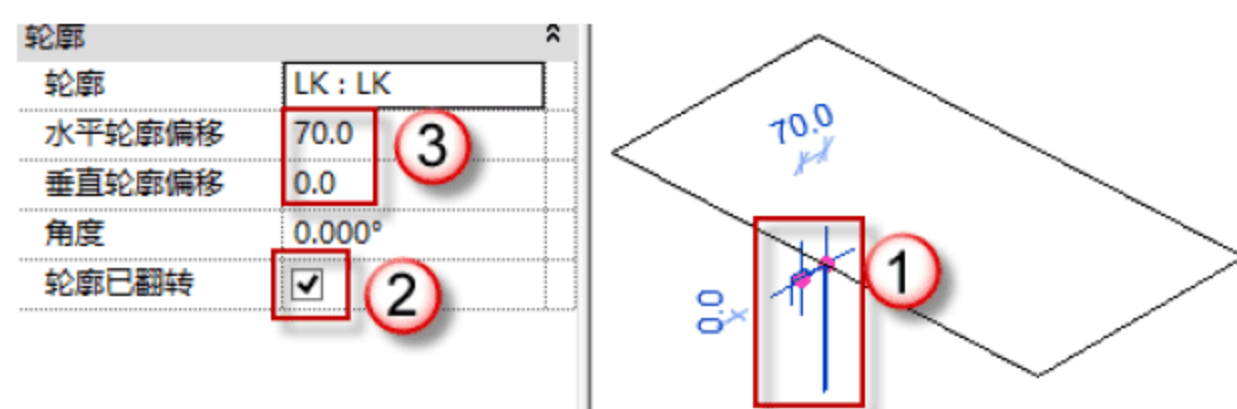

图 8.2.37 载入轮廓
(4) 选择“应用程序”→“新建”→“族”命令，在弹出的族样板文件夹对话框中选择“公制常规模型.rfa”的族文件，单击“打开”按钮。
(5) 按快捷键 R+P、C+O 和 M+M 绘制参考线。选择“创建”→“放样”→“拾取路径”命令，依次选中模型线框，单击√按钮。其次选择“载入轮廓”命令，在弹出的对话框中找到“轮廓”的族，单击“打开”按钮，最后在“轮廓栏”中选中载入的“轮廓族”，单击√按钮，如图 8.2.37 所示。